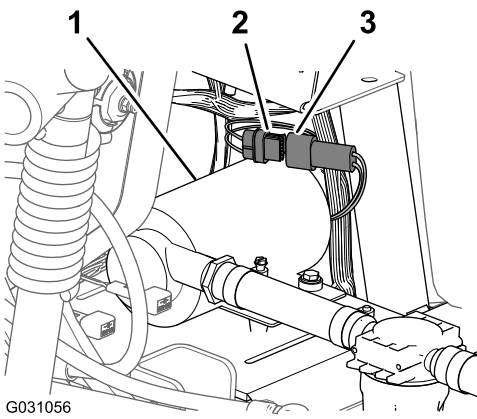

Bild 121
1. Ziehen Sie den 6-Stift-Stecker des Kabelbaums der Spülpumpe vom 6-Buchsen-Stecker des hinteren Hauptkabinenkabelbaums ab, der mit RINSE PUMPE beschriftet ist (Bild 121).